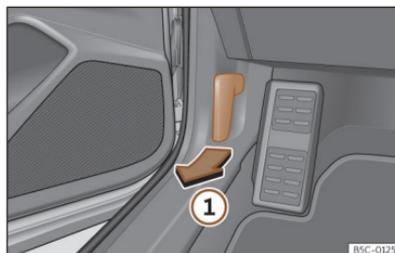

Fig. 189 Palanca de desbloqueo en el espacio reposapiés del conductor.
- Abra la puerta y tire de la palanca que hay debajo del tablero de instrumentos >>> fig. 189 ①.